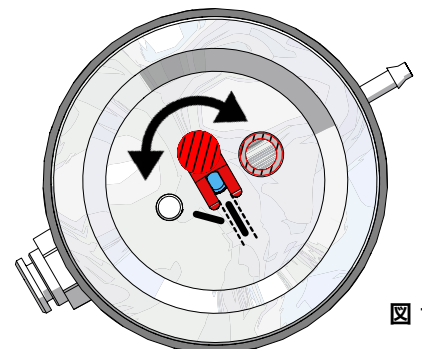

図 12
- ⇒25 ~ 70 μmのブラストタンクと一致するように、流入ノズルをを調節しなければなりません (図12) ！